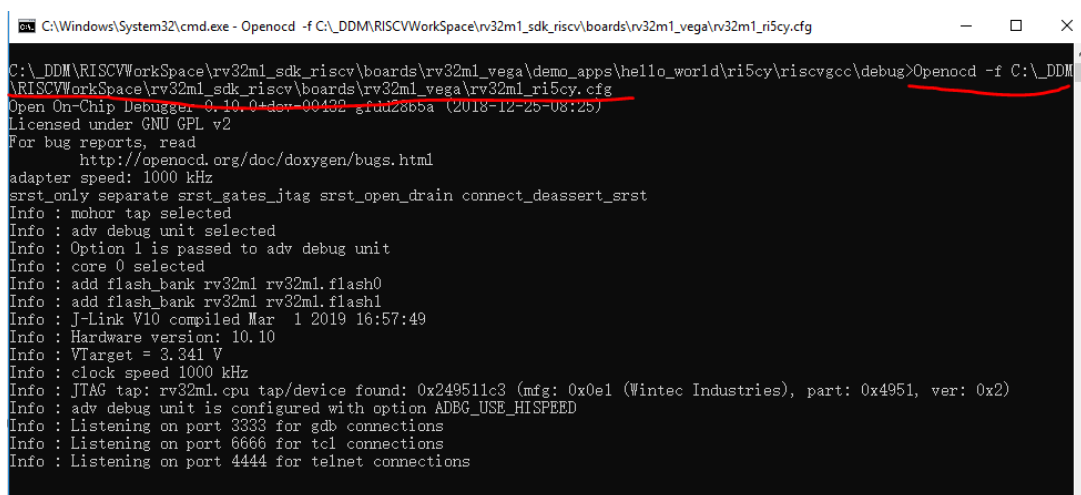

图 13 通过 OpenOCD 连接到目标板
4. 再输入如下命令，通过 OpenOCD 连接到目标开发板，如图 13 所示。